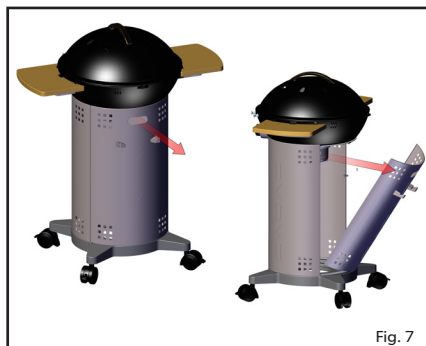
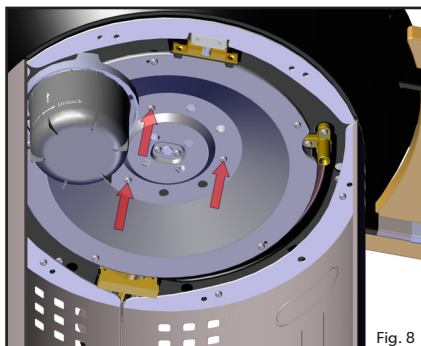
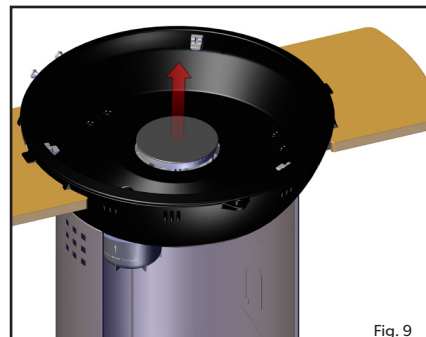
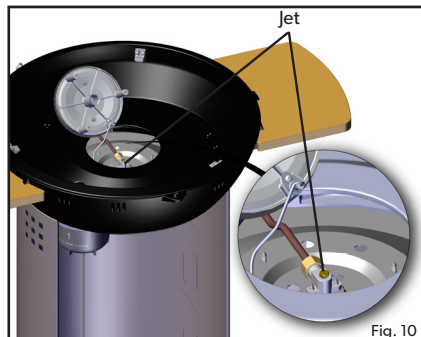

Fig. 7
Fig. 8
Fig. 9
Fig. 10
- Para reemplazar el inyector : quite el panel trasero usando la maneta (Fig 7) Quite la tapa, la parrilla, el recipiente y otros accesorios. Ahora destornille los tres tornillos como se indica en la Fig. 8, esto liberará el quemador. Quite el quemador tirando suavemente (Fig 9). Atención el quemador está conectado al piezo de autoencendido, no tire del quemador ya que hay riesgo de romper el cable, desplace suavemente a un lado el quemador , esto le dará acceso al inyector (Fig. 10). El inyector ya puede ser retirado con la ayuda de una llave adecuada. No utilice alicates , esto podría dañar el inyector o imposibilitar su extracción. Rosque el nuevo inyector . Rosque el Nuevo inyector a la válvula . Evite apretar demasiado para no dañarlo.